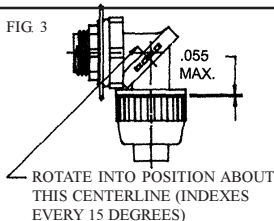

FIG 3
5. HAND TIGHTEN THE COMPRESSION NUT UNTIL SECURELY BOTTOMS OUT AGAINST THE FERRULE. TO INSURE FULL LIQUID-TIGHT GRIPPING CAPABILITY, THE GAP BETWEEN THE NUT AND THE BODY FLANGE SHOULD BE LESS THAN .055" (SEE FIG 3).